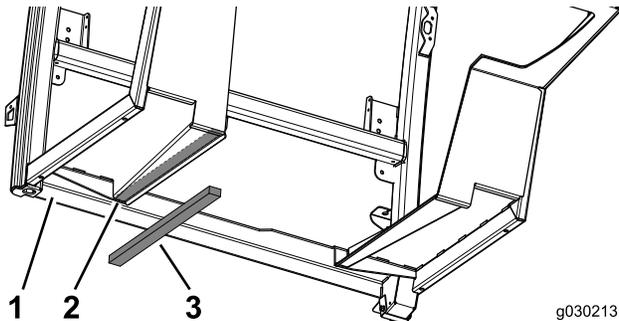

Bild 10
1. Bringen Sie eine der Bodendichtungen an der linken Seite der Kabine an (Bild 10).